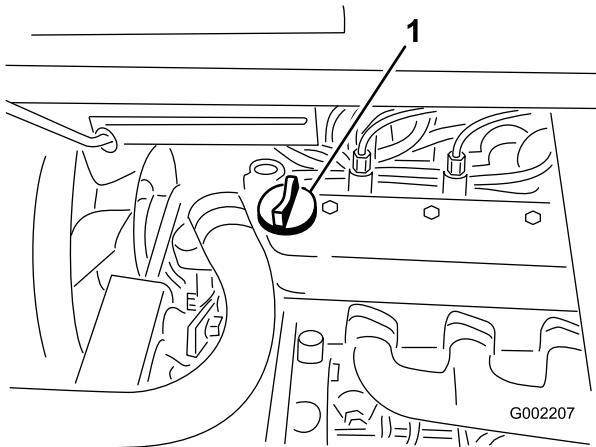

Bild 16
3. Wenn der Ölstand niedrig ist, nehmen Sie den Deckel des Einfüllstutzens von der Ventilabdeckung ab (Bild 16) und füllen Sie Öl auf, bis der Ölstand die Vollmarke am Peilstab erreicht. Angaben zur richtigen Ölsorte und zur Viskosität finden Sie unter Warten des Motoröls“im Abschnitt Wartung“. Gießen Sie Öl langsam ein und prüfen Sie den Ölstand häufig während des Füllens. Nicht überfüllen.